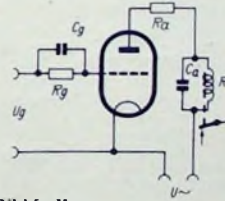
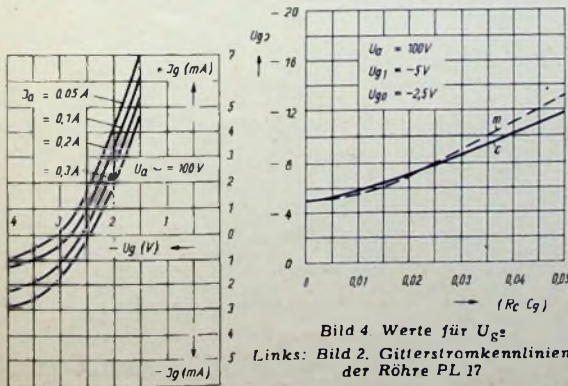
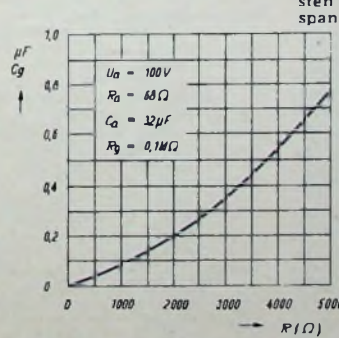

Bild 5. Kompensationschaltung mit Kondensator C3
Bild 4. Werte für  $U_{g2}$
Bild 6. Größe von  $C_g$  in Abhängigkeit von R
Jeder Gitterspannungswert  $U_{g3}$ , der größer als  $U_{g2}$  ist, wird dann die Zündung der Röhre verhindern. Um  $U_{g2}$  aus Gleichung (2) zu berechnen, ist die Kenntnis von  $U_{g0}$  und  $U_{g1}$  erforderlich.  $U_{g0}$  kann aus Bild 2 abgelesen werden;  $U_{g1}$  hängt natürlich von der Anodenspannung ab. In Bild 4 sind die für  $U_{g2}$  berechneten Werte (Kurve c) für die angegebenen Werte von  $U_{g0}$ ,  $U_{g1}$  und  $U_a$  dargestellt. Die Kurve m stellt die praktisch gemessenen Werte für  $U_{g1}$  dar, und man erkennt an der guten Übereinstimmung der beiden Kurven die praktische Brauchbarkeit der Formel (2). Aus dem oben Gesagten erkennt man, daß der Gitterkondensator eine Verminderung der Gitterspannung bewirkt, und es ist nun möglich, den Wert von  $C_g$  so zu wählen, daß in der Schaltung nach Bild 5 diese Verminderung der Gitterspannung gerade die Herabsetzung der Anodenspannung durch die Ladung des Kondensators  $C_3$  kompensiert. Man kann also für einen bestimmten Wert von  $C_3$  einen optimalen Wert von  $C_g$  angeben, so daß das „Flattern“ des im Anodenstromkreis liegenden Relais verhindert wird, wobei jedoch die Differenz zwischen den zur Zündung und Löschung der Röhre erforderlichen Gitterspannungen  $U_{g1}$  und  $U_{g3}$  nur wenige Zehntel Volt beträgt. Der Optimalwert von  $C_g$  hängt nicht allein von  $C_3$ ,  $R$  und  $R_g$  ab, sondern auch von der Größe der Anodenwechselspannung und dem Wert von  $R_3$  (Bild 5). In Bild 6 ist die Größe von  $C_g$  in Abhängigkeit von  $R$  bei bestimmten Werten der Parameter  $U_a$ ,  $R_3$ ,  $C_3$  und  $R_g$  dargestellt. Im allgemeinen wird bei wachsendem  $R_3$  der Wert von  $C_g$  niedriger; der günstigste Wert für  $C_g$  kann jedoch leicht experimentell bestimmt werden. Ist  $C_g$  kleiner als dieser Optimalwert, treten die periodischen Unterbrechungen des Anodenstroms auf, ist er größer, wächst die Differenz zwischen Zünd- und Löschespannung  $U_{g1}$  und  $U_{g3}$ . Natürlich wird in manchen Fällen eine verhältnismäßig große Differenz zwischen  $U_{g1}$  und  $U_{g3}$  gerade erwünscht sein. Bei Alarmanlagen z. B. ist es häufig erforderlich, daß eine wenn auch nur kurzzeitige Verkleinerung von  $U_g$  eine kontinuierliche Zündung der Röhre bewirkt, bis der Anodenstrom von Hand unterbrochen wird. Normalerweise ist eine Gleichspannungsquelle dazu erforderlich; man kommt jedoch in dieser Schaltung auch mit Wechselspannung aus, wenn  $C_g$  genügend groß gewählt wird. Das Thyratron zündet dann von selbst in allen folgenden positiven Halbperioden.